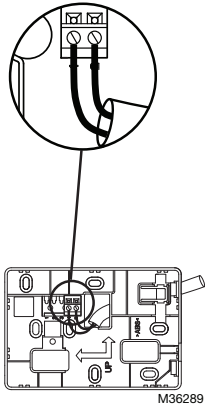

Fig. 5. Raccordement des câbles au bornier.
Câblez le bornier comme illustré à la Fig. 5 :
3. Examinez et vérifiez le câblage de raccordement de la borne illustré à la Fig. 5.